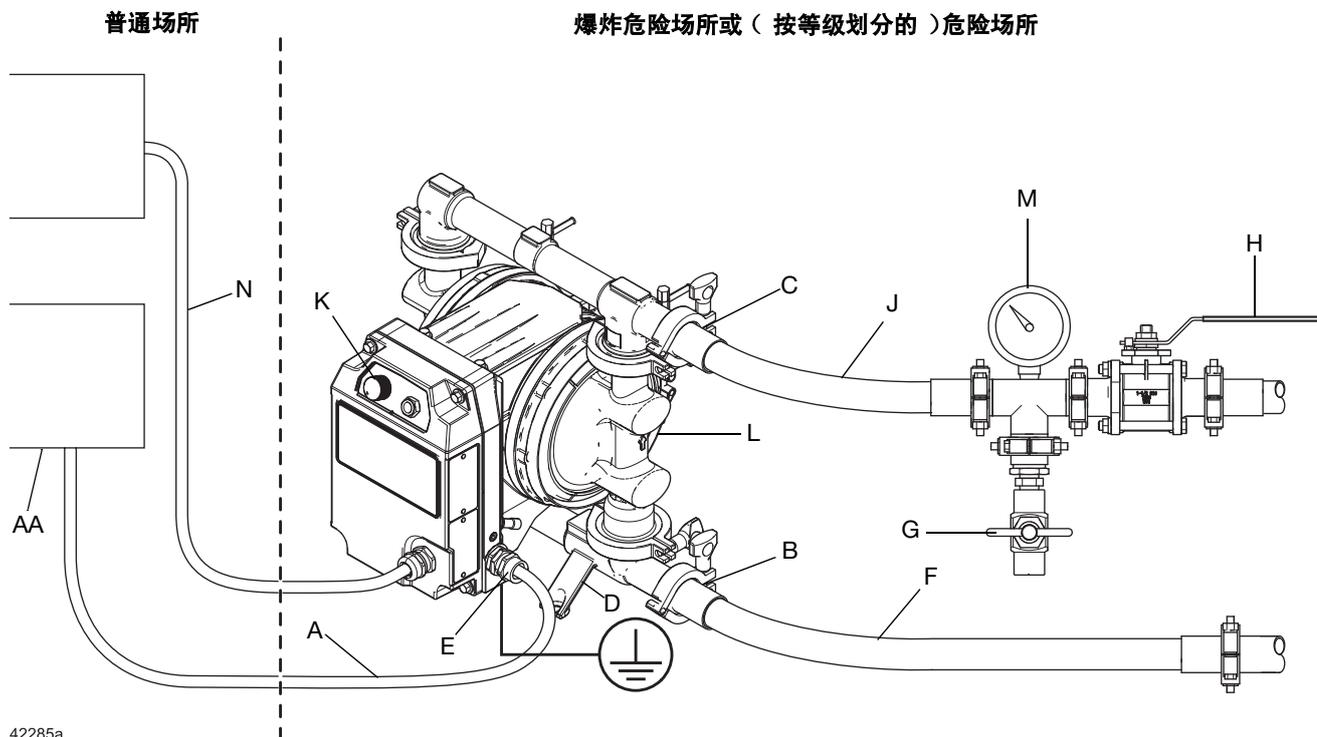

图 4：爆炸性环境或危险性（分类）场所的典型安装（硬接线永久连接）（所示为 h30 (QHC) 型号）
典型安装参见图 3 和图 4 该图仅作为选择和安装系统部件的指南。若需设计一套适合您特定需求的系统，请联系当地经销商以寻求帮助。始终使用固瑞克原装零件和附件。
注意：为正确填料，确保流体出口 (C) 安装在高于流体入口 (B) 的位置。参考图 3 和图 4。
2. 将流体排放阀 (G) 安装在流体出口附近。参考图 3 和图 4。
必要时使用转换接头，以图3和图4所示的顺序安装以下附件。